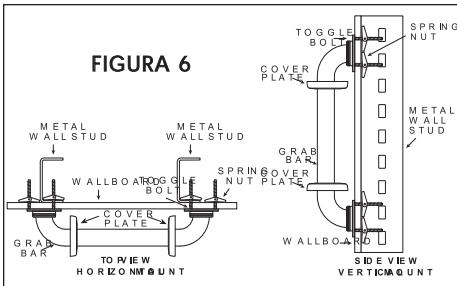

FIGURA 6
4. Coloque el extremo de la Barra de Seguridad con los TORNILLOS DE FIJACIÓN adjuntos para que pueda empujar las tuercas de resorte y los topes en los extremos de los TORNILLOS DE FIJACIÓN por los agujeros taladrados correspondientes. Las tuercas de resorte deben pasar totalmente por los agujeros en la pared (vea la Figura 6).
6. Hale los TORNILLOS DE FIJACIÓN hacia usted y apriete con el dedo los TORNILLOS para asegurarse que las tuercas de resorte se han abierto completamente contra el dorso de la pared y la viga de metal de la pared (vea la Figura 6). Si las tuercas de resorte no se han abierto completamente, afloje los tornillos y repita el Paso 6.